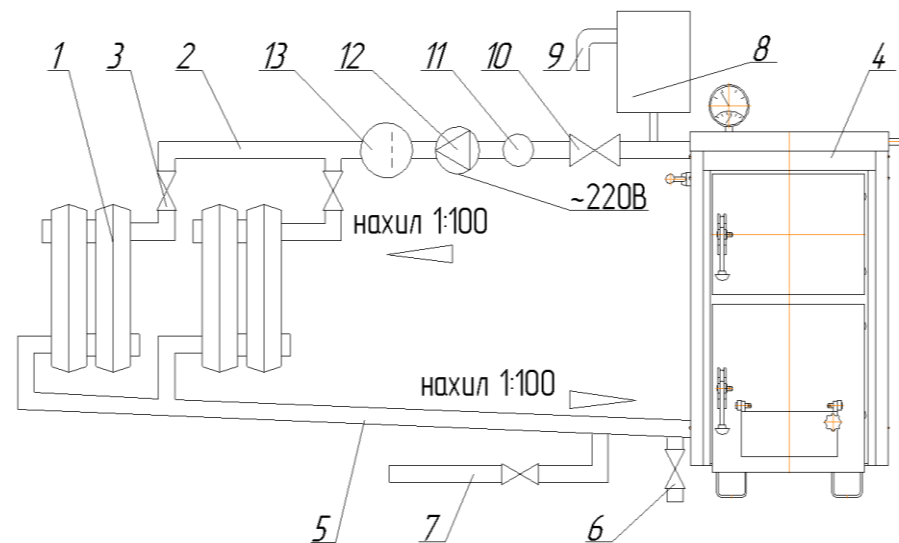

Рис. 3. Принципова схема підключення апарата до відкритої системи опалення (рекомендована)
2.2.2.2.6 Принципова схема підключення апарата до відкритої системи опалення наведена на **рис. 3**. Підбір опалювальних приладів (радіаторів) і діаметр трубопроводів в системі опалення в кожному окремому випадку виконується за розрахунками, виконаними спеціалізованою організацією, за умов досягнення циркуляції води яка б забезпечила температуру води в подаючому трубопроводі 50°C і 40°C в зворотному трубопроводі при температурі повітря 0°C.